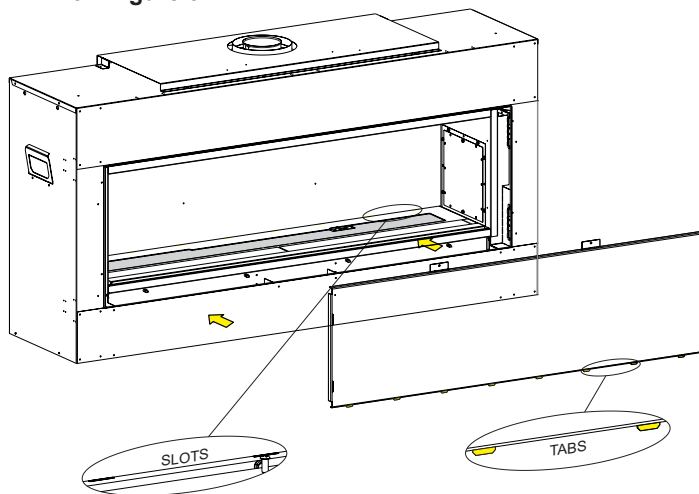

Figure 3
8. Monter le panneau arrière en alignant ses huit languettes sur les fentes arrière au fond de l'âtre. **REMARQUE :** Les huit fentes se trouvent derrière la plaque recouvrant le brûleur. **Voir Figure 3.**